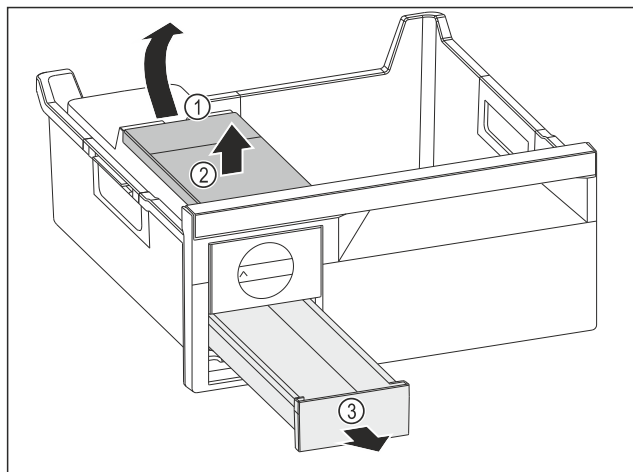

Fig. 105
- ▶ Estrarre il serbatoio dell'acqua: Sollevare il serbatoio dell'acqua nel vano Fig. 105 (1).
- ▶ Estrarre il serbatoio dell'acqua Fig. 105 (2) verso l'alto.
- ▶ Estrarre il cassetto del ghiaccio Fig. 105 (3) in avanti.